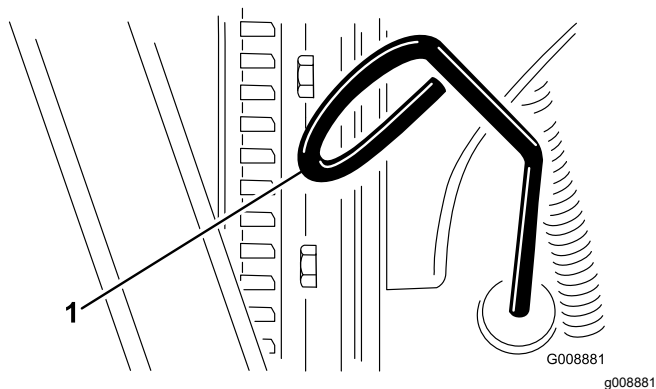

Figura 63
3. Togliete l'asta di livello ed asciugatela con un panno pulito (Figura 63).